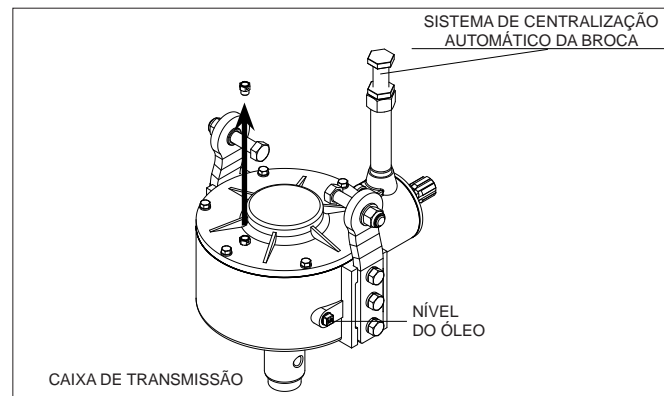

FIGURA 19
### TROCA DE ÓLEO (FIGURA 19)
Para consultar o catálogo de peças ou solicitar assistência técnica na INRODA, indicar sempre o número de série (1), o modelo (2) e a data de fabricação (3), que se encontra na etiqueta de identificação (4) do equipamento, figura 19.